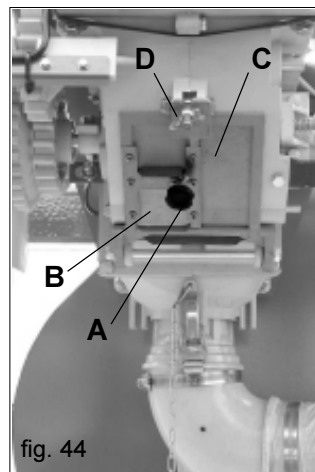

fig. 44
- a) apporre un sacco od un contenitore sotto la porta di scarico dell'apparecchio dosatore, quindi svitare il pomello (A Fig. 44) per scaricare dalla porticina (B) il contenuto della tramoggia. Infine aprire la porta di scarico (C Fig. 44) svitando il dado ad alette (D Fig. 44) per svuotare il rimanente contenuto del solo dosatore;